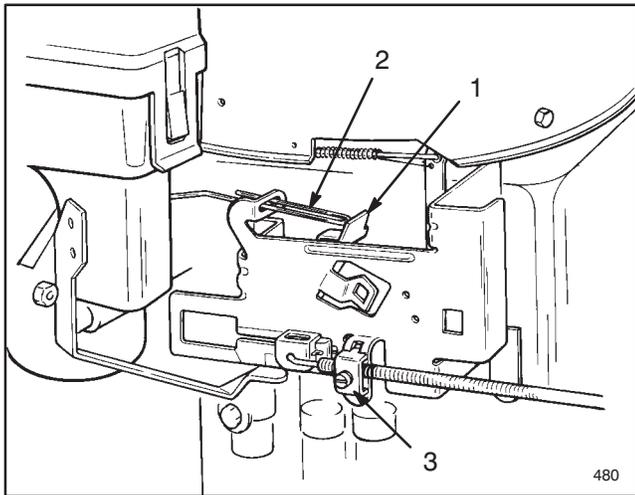

Abbildung 13
2. Der Gashebel sollte soeben mit der Chokeverbindung Kontakt nehmen (Abb. 13); wenn sich diese Teile nicht in der angegebenen Lage befinden, wird eine Einstellung erforderlich.
B. Die Gaszugklemme (Abb. 13) lösen und das Bowdenzugäußere und den Draht soweit bewegen, bis der Drosselhebel die Chokeverbindung berührt.